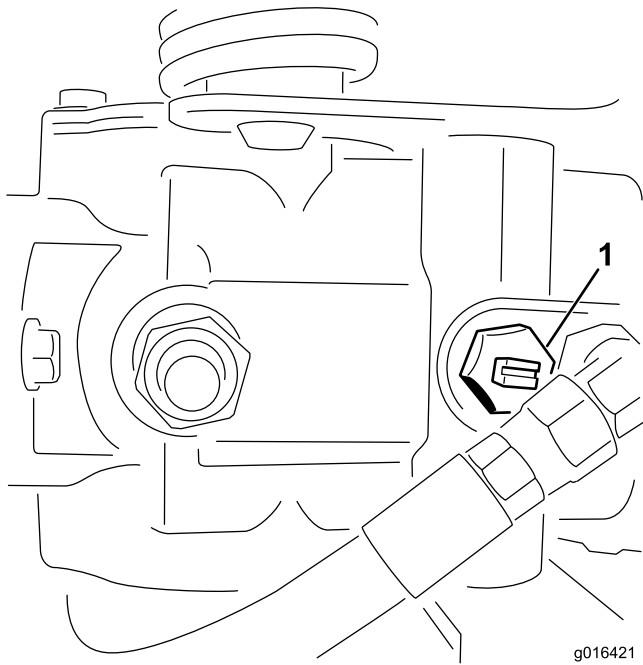

図 24
2. エンジンを掛ける時にはバルブを右に2回転させて元通りに閉める 図 24。